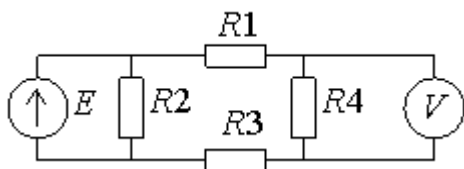

Рис. 1
51. Выразите абсолютную погрешность взаимодействия для представленной ниже схемы (рис. 1) через сопротивления резисторов R_1, R_2, R_3, R_4 , показание вольтметра U и его входное сопротивление R_V .